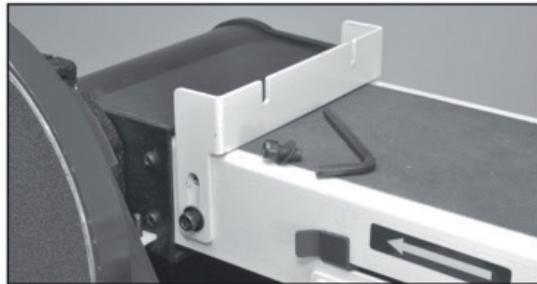

Рис. 4.
1. Установите небольшое ограждение на раму шлифовальной ленты с помощью четырех винтов с шестигранной головкой и шайб (рис. 4).